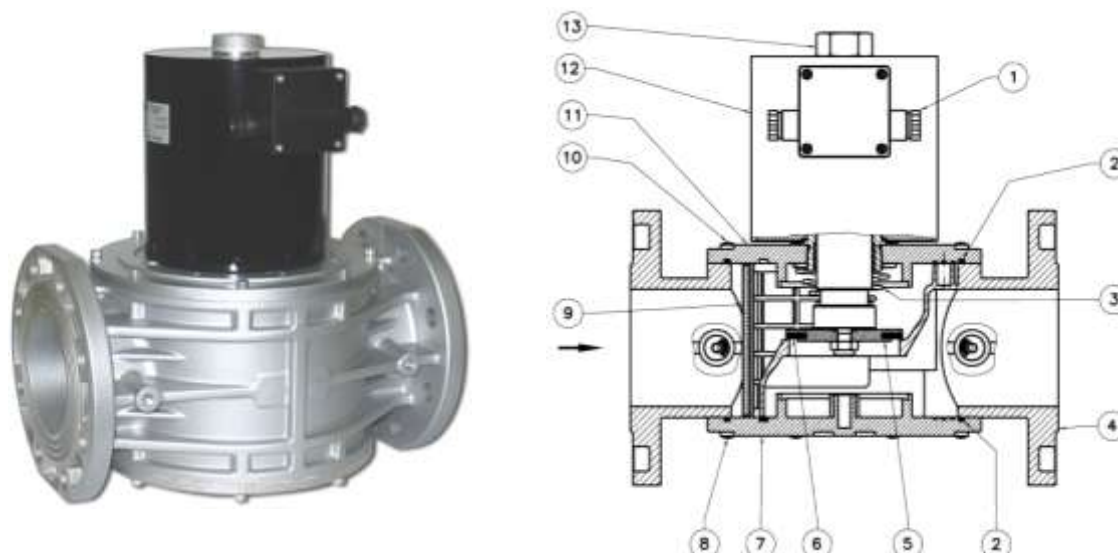

Рис. 3
Клапан рис. 3 состоит из: электрический коннектор (1); верхнее уплотнительное кольцо (2); пружина запирающего механизма (3); корпус (4); затвор (5); уплотняющая прокладка (6); нижняя панель (7); винты крепления нижней панели (8); фильтрующий элемент * (9); винты крепления крышки (10); крышка (11); электромагнитная катушка (12); гайка крепления электромагнитной катушки (13).